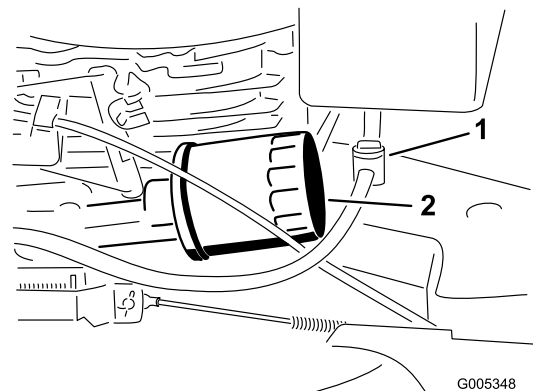

Figura 27
6. Coloque un trapo debajo del filtro de aceite para recoger cualquier aceite que se salga mientras retira el filtro (Figura 27).
3. Cierre la válvula de combustible (Figura 27)